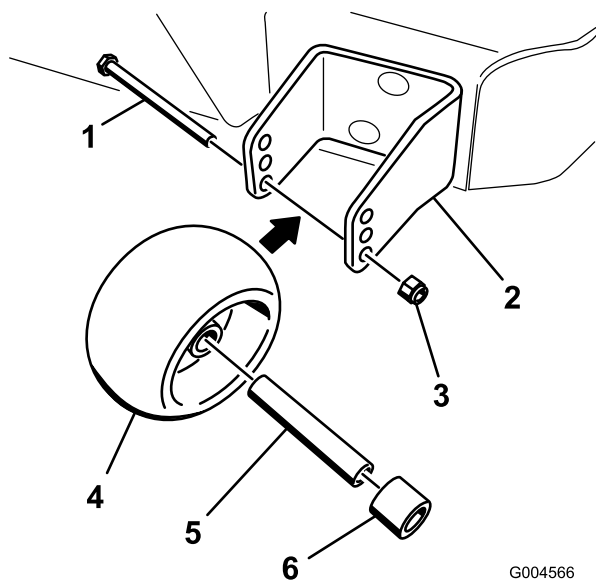

Figura 18
3. Después de ajustar la altura de corte, ajuste los rodillos retirando la tuerca con arandela prensada, el casquillo, el espaciador y el perno (Figura 18).
5. Instale la tuerca con arandela prensada, el casquillo, el espaciador y el perno. Apriete a 54–61 Nm (40–45 pies-libra) (Figura 18).